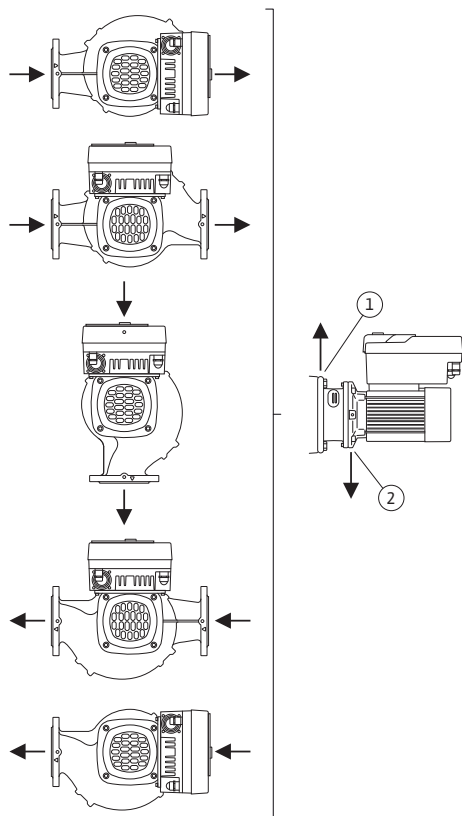

Fig. 16: Pieļaujamie montāžas stāvokļi ar horizontālo vārpstu
- Horizontālas motora vārpstas gadījumā kondensāta atverei noteikti jābūt pavērstai uz leju (Fig. 16, 2. poz.). Nepieciešamības gadījumā motors jāpagriež.